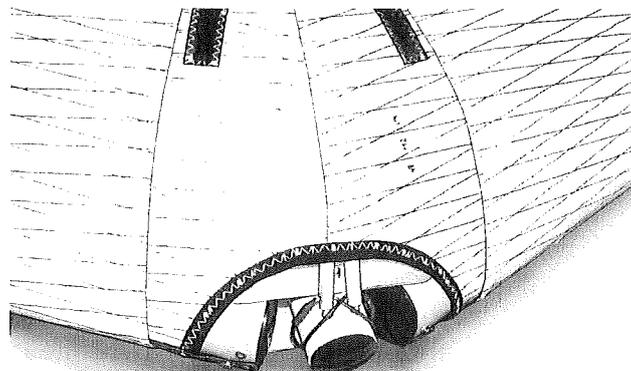

Abb.4
3. Entnehmen Sie die Speedbar von ihren Schutzhülle, breiten Sie die Trapezrohre aus. Befestigen Sie die Speedbar mit Quickpins mit der Krümmung nach vorne auf die Trapezrohre. Führen Sie die VG-Schnurr durch die Klemme und machen sie einen Knoten am Ende (Abb.4).